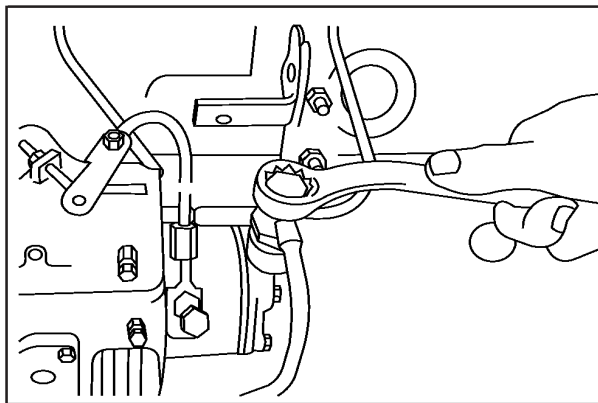

FIG 15
2. Afrouxe o parafuso banjo de entrada do combustível da bomba injetora ao filtro **Fig. 15.**